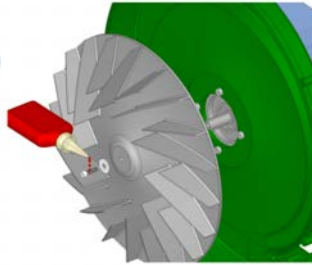

FIGURA 4
2. Fije el soplador Ø310 al eje del motor eléctrico, utilizando 1 tornillo M5 TCEI UNI 5931 y arandela UNI 6593 (pernos y pernos suministrados) con par máximo 8Nm. Se recomienda el uso de fijador de roscas en el tornillo para un bloqueo más efectivo (Loctite 270 o similar) (FIGURA 4);